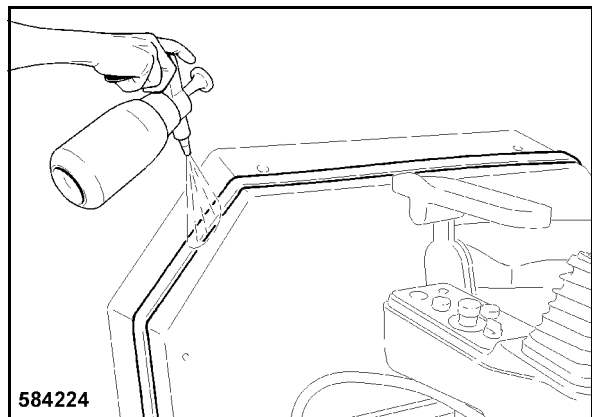

Bild 171
- Suihkuta tiivistenauha saippualliuoksella (Bild 171), jotta ohjaamon koppi liukuu paremmin ohjaamon päälle.